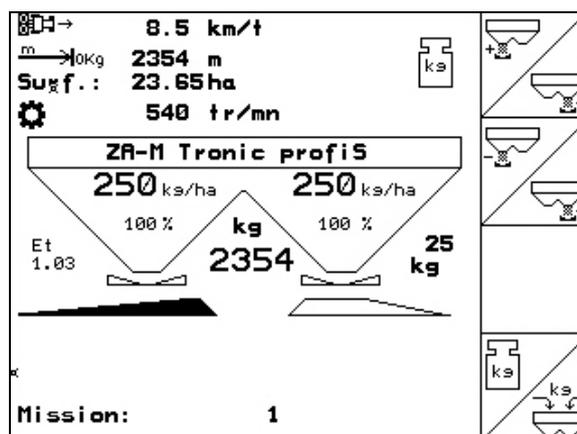

Fig. 49
- Dans le menu de travail (Fig. 49).